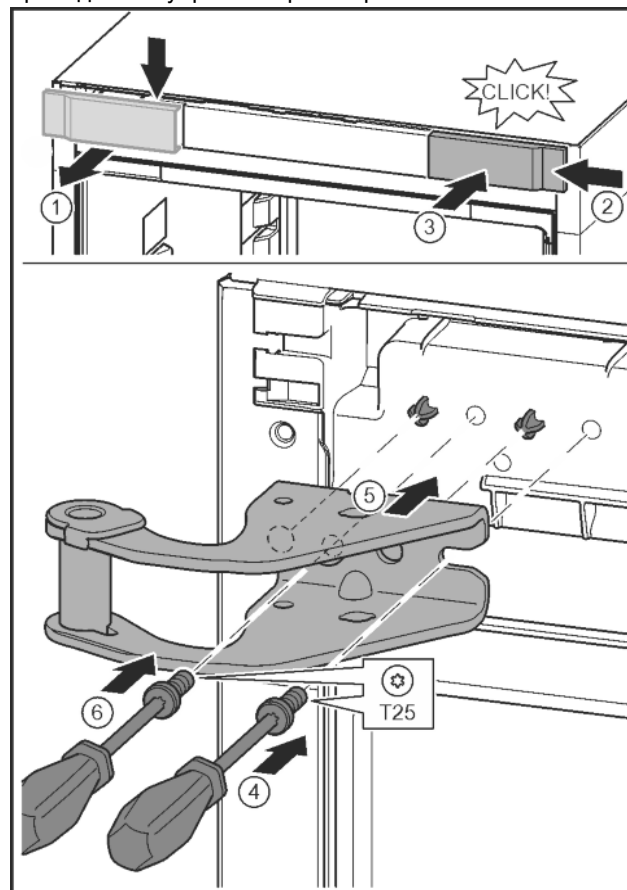

Fig. 12
- ▶ Отпустить крышку и снять сбоку. *Fig. 12 (1)*
- ▶ Навесить крышку, повернув ее на 180°, справа с другой стороны. *Fig. 12 (2)*
- ▶ Крышку зафиксировать. *Fig. 12 (3)*
- ▶ Установить винт отвёрткой T25. *Fig. 12 (4)*
- ▶ Установить верхний опорный кронштейн. *Fig. 12 (5)*
- ▶ Затянуть винт. *Fig. 12 (4)*
- ▶ Вставить и затянуть винт отвёрткой T25. *Fig. 12 (6)*